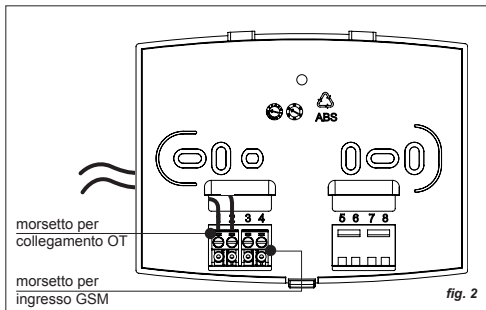

fig. 2
3. Effettuare i collegamenti elettrici utilizzando 2 fili, non polarizzati, di sezione $0,5\text{mm}^2 + 1,5\text{mm}^2$ (fig. 2).